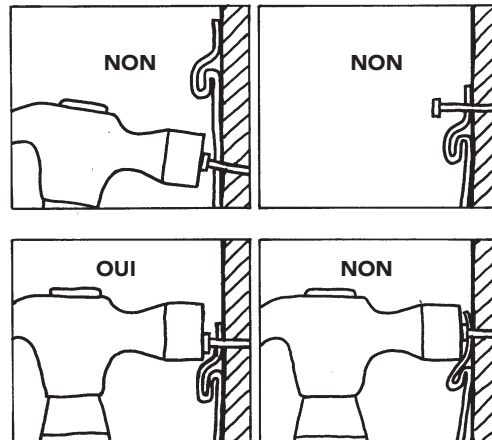

Figure 14
- Ne pas enfoncer trop profondément la tête de l'attache : laisser un jeu d'environ 0,8 mm (1/32 po), soit à peu près l'épaisseur d'une pièce de dix cents, entre la tête de l'attache et le vinyle. **Un clouage, un vissage ou un agrafage excessifs occasionneront un plissement du panneau de vinyle lors des changements de température (Figure 14).**